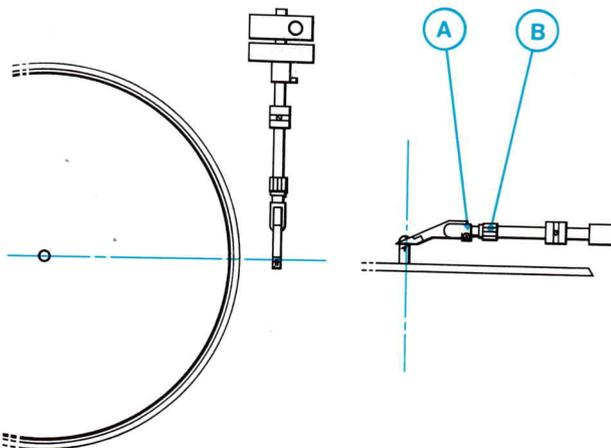

Fig. 7
- Placer la cellule de lecture et la fixer en tournant la bague de fixation (B) vers la gauche.
- La cellule est correctement mise en place lorsque la pointe de lecture est à la verticale du diamètre du plateau (voir Fig. 7).
- Bloquer la vis de fixation (A)